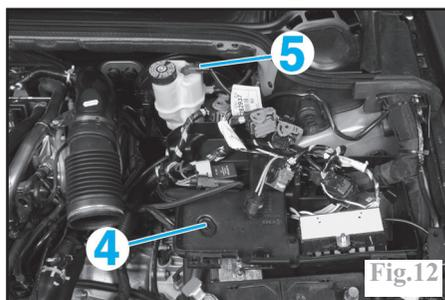

Fig.12
- le support calculateur (4) (Fig.12).
- le connecteur du contacteur de niveau de liquide de frein (5).